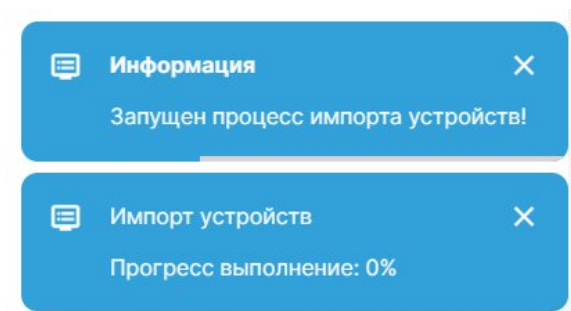

Рисунок 63 – Уведомления о запуске импорта устройств
7. Отслеживать прогресс выполнения импорта устройств (Рисунок 63).